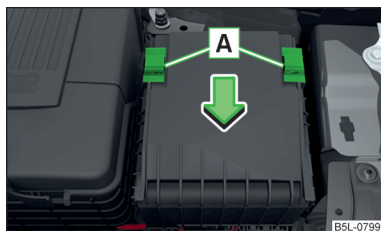

Fig. 195
- Împingeți mânerul de siguranță **A** » fig. 195 în direcția săgeții. În spatele etrierelor apare simbolul .